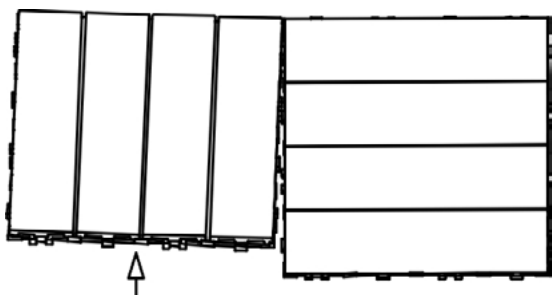

图 9
- 2 如图 9 所示,将抬起的地板朝上用力拉向身体一侧,此时地板搭扣会开始分开。